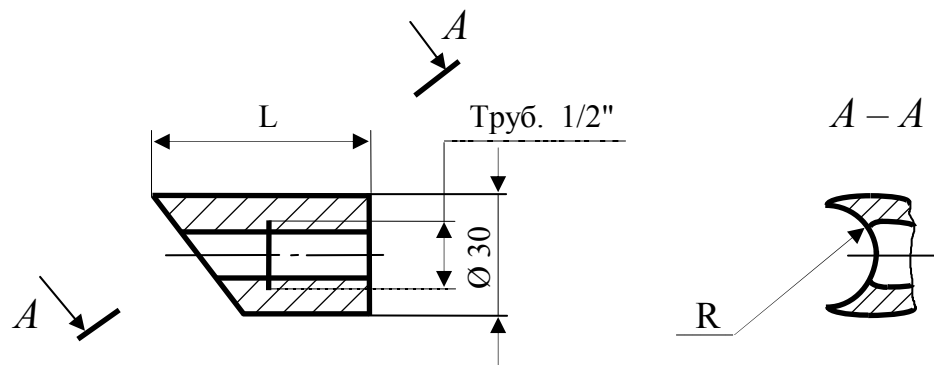

Рисунок 5. Бобышка ДДЖ 8.618.007
- По отдельному заказу КТСПР 002 моделей 1 и 2 может поставляться в комплекте с защитными гильзами (см. рис. 5 и раздел каталога «Монтажная арматура»).